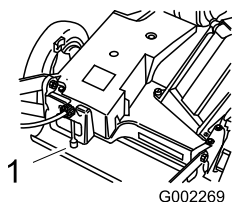
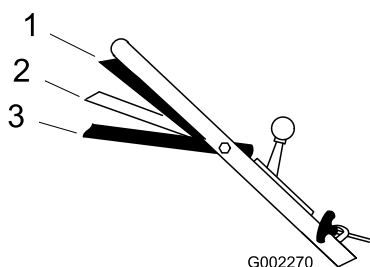

Figure 16
Figure 17
2. Soulevez la barre de commande des lames à la position Marche/changement ou Marche/déplacement pour lancer les lames (Figure 17).
La tondeuse a trois vitesses de déplacement : 1 pour basse vitesse, 2 pour vitesse moyenne et 3 pour haute vitesse. La commande de vitesse de déplacement se trouve derrière le couvercle de courroie (Figure 16).
1. Placez le levier de changement de vitesse à la position Point mort (Figure 16).
3. Serrez la barre de commande des lames contre le guidon en position Marche/déplacement (Figure 17) et placez la commande de changement de vitesses à la vitesse voulue (Figure 16).
4. Serrez la barre de commande contre le guidon en position Marche/déplacement (Figure 17).